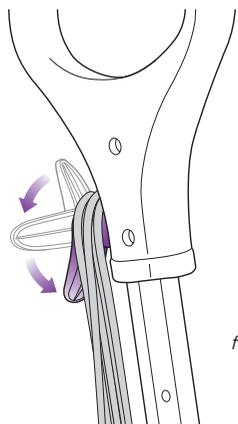

fig. 7
- 1 Tirez et tournez l'enrouleur pour cordon à dégageement rapide pour dérouler complètement le cordon d'alimentation. Veuillez le brancher dans une prise de courant de 120 volts. (**fig. 7**)